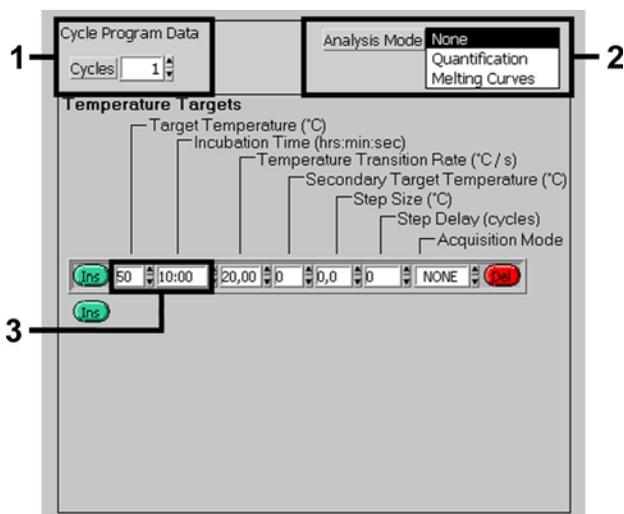

Fig. 3: Transcripción inversa del ARN.
- A. Transcripción inversa del ARN Fig. 3